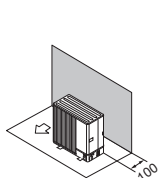

Fig. 2-9
- (1) Obstruction ou surface non dégagée à l'arrière uniquement (Fig. 2-9)